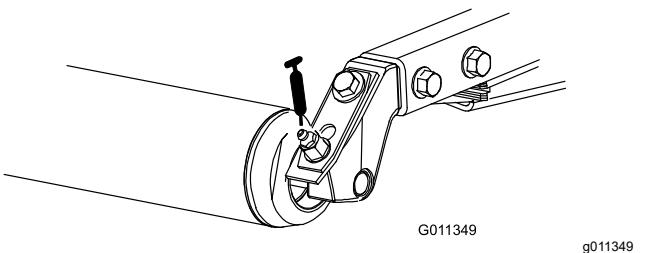

Figura 44
- Rolamentos do cilindro traseiro (2 por cada unidade de corte) (Figura 44)